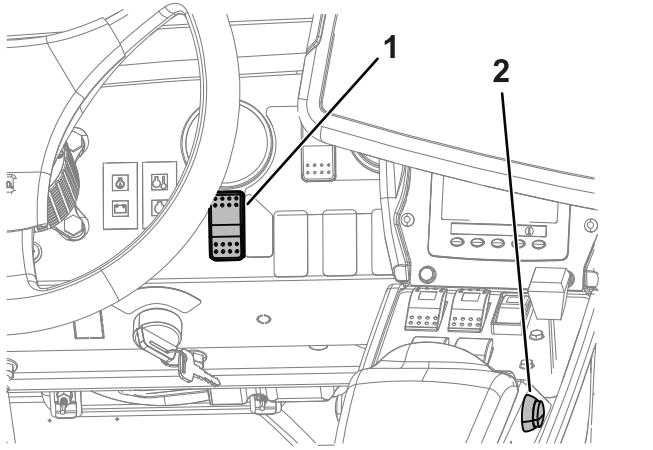

Bild 20
6. Drücken Sie das Autosteer-Symbol in der unteren rechten Ecke der Steuerkonsole (Bild 22) oder betätigen Sie den Schalter zum Ein- und Ausschalten der Maschine (Bild 20).